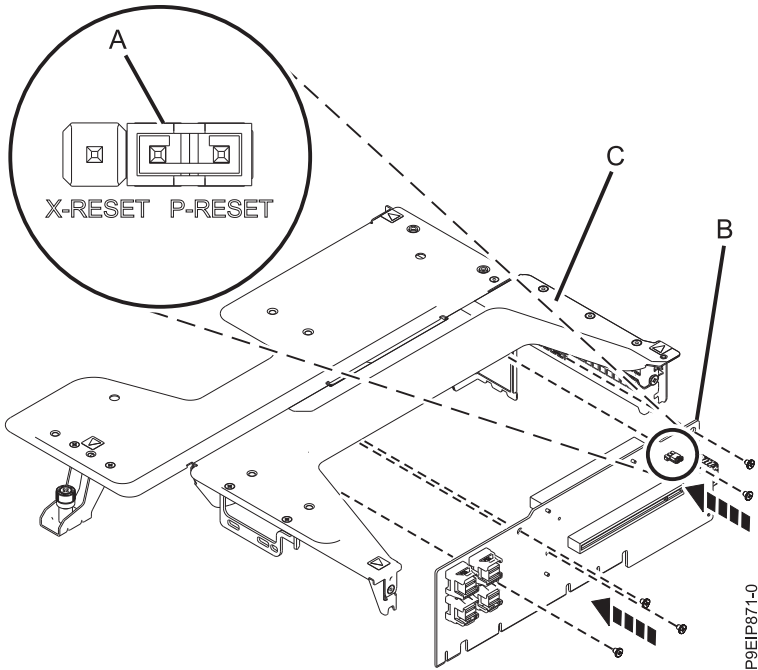

Figura 53. Substituindo o adaptador da posição 1
- a. Se a placa riser na posição 1 precisar de substituição, substitua-a no suporte do riser. Assegure-se de que o jumper em (A) esteja configurado nos pinos 1 e 2 (P-RESET), conforme mostrado na Figura 53 na página 46. Substitua os cinco parafusos para prender a placa riser (B) ao suporte do